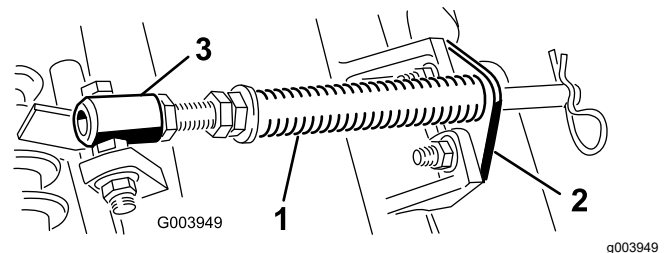

**Figura 9**
5. Asegúrese de que el contrapeso (Figura 9) está instalado en el extremo correcto de la unidad de corte, según lo indicado en el *Manual del operador de la unidad de corte*.